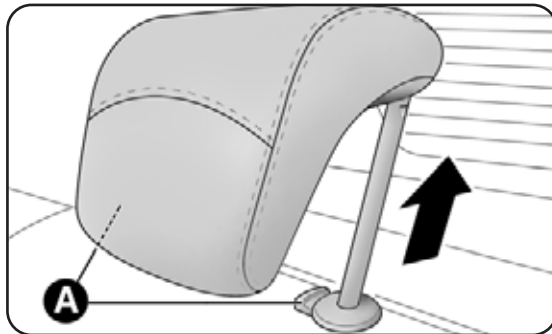

fig. 64
- levante los reposacabezas hasta su altura máxima, presione ambos pulsadores A-fig. 64 al lado de las dos sujeciones y luego quite los reposacabezas sacándolos hacia arriba;